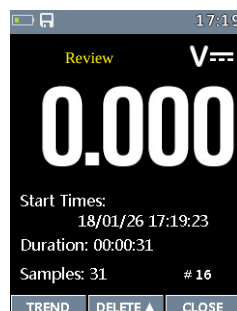

Рис. 136
- В меню записи нажмите кнопку ▲ или ▼, чтобы выбрать пункт Review (просмотр). Нажмите кнопку ►, чтобы включить режим просмотра записей измерений (рис.136).